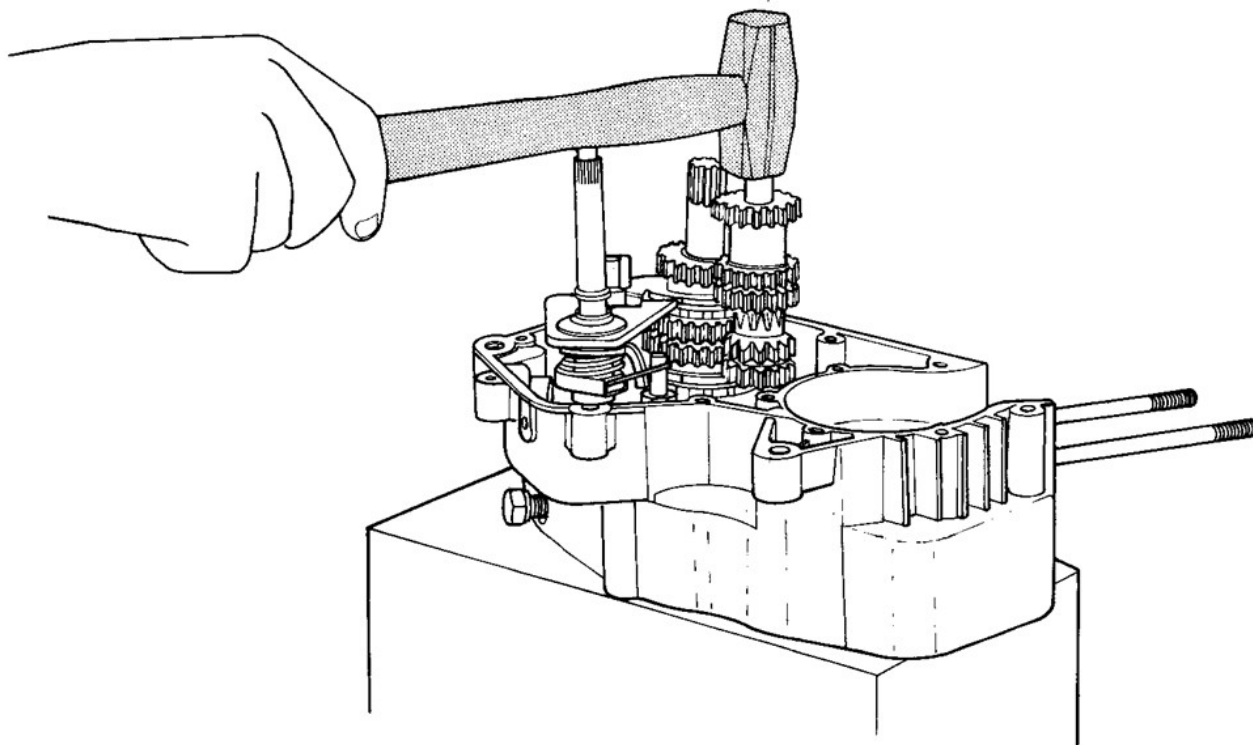

FIG. 42 Montaggio albero primario
- 5) **METTERE** l'albero a cammes nella posizione di 2a velocità quindi infilare l'albero primario nella sua sede battendo leggermente con un martello di legno-cuoio o plastica (fig. 42). Contemporaneamente ruotare gli ingranaggi del secondario per consentire l'accoppiamento graduale di tutti gli ingranaggi. Infilare quindi la rondella di spessoramento.